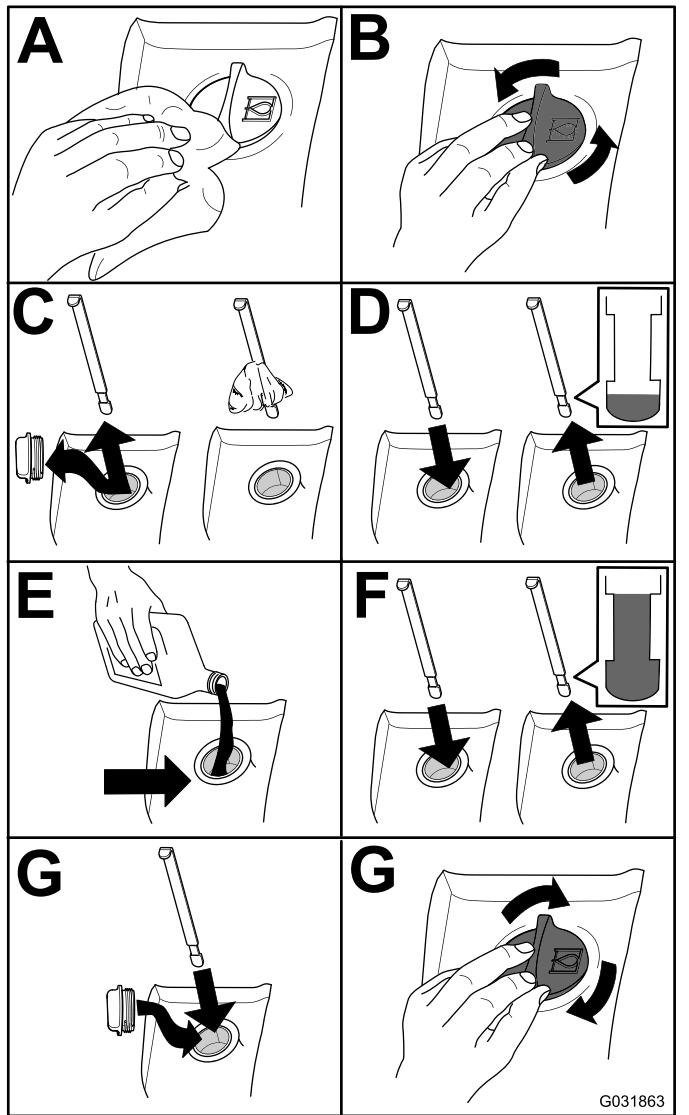

Figura 82
- Controllate il livello del fluido idraulico (Figura 82).